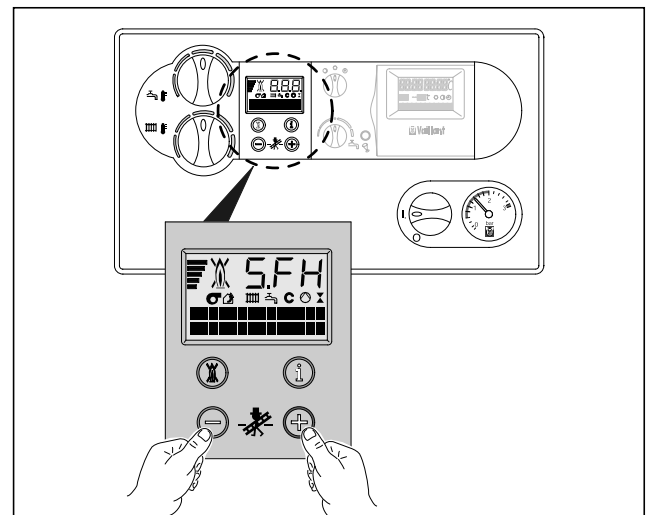

Bild B.11: Mätningar av sotare
- Aktivera "sotardrift" genom att samtidigt trycka på knapparna "+" och "-" till DIA-systemet (bild B.11)